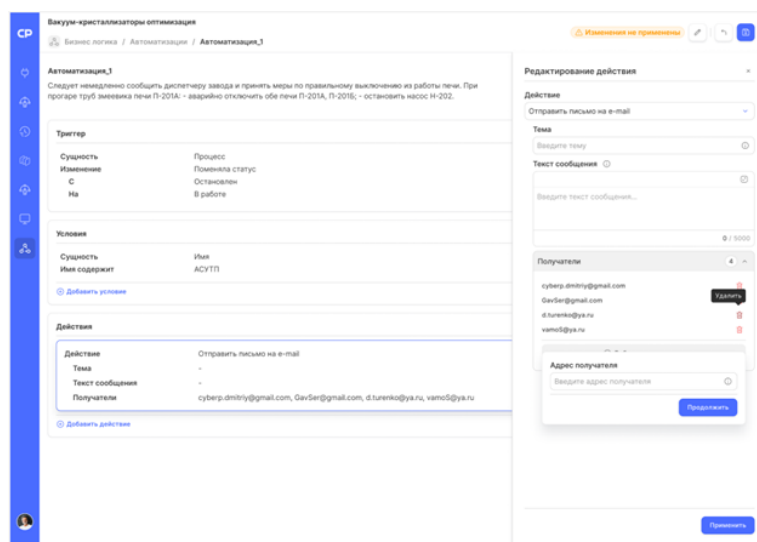

Рисунок 223. Действие «Отправить письмо на e-mail»
- Отправить письмо на e-mail — при срабатывании система отправляет электронное письмо указанным получателям. В сайдбаре задаются: тема письма, текст сообщения и список получателей (Рисунок 223).